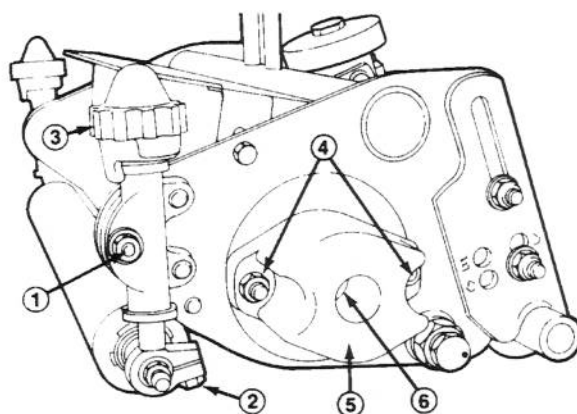

Figure 17
1. Desserrez les écrous de blocage fixant les tiges de réglage de la hauteur de coupe aux deux extrémités du module de coupe et les boulons de serrage de l'axe du rouleau (Fig.17).
2. Tournez les molettes de réglage de la hauteur de coupe jusqu'à ce qu'elles se désengagent des tiges de réglage de la hauteur de coupe (Fig.17). Les molettes sont prisonnières de la rondelle supérieure du système de blocage de la hauteur de coupe.